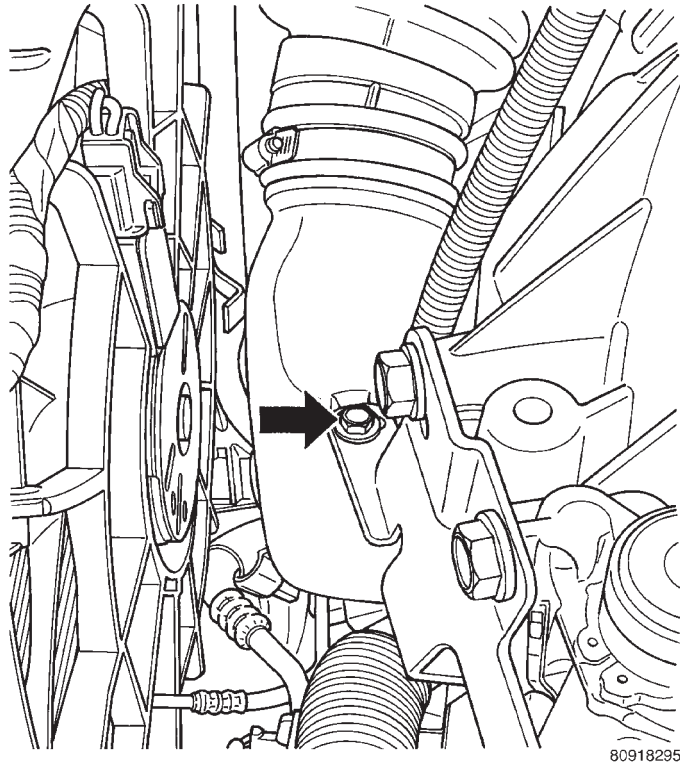
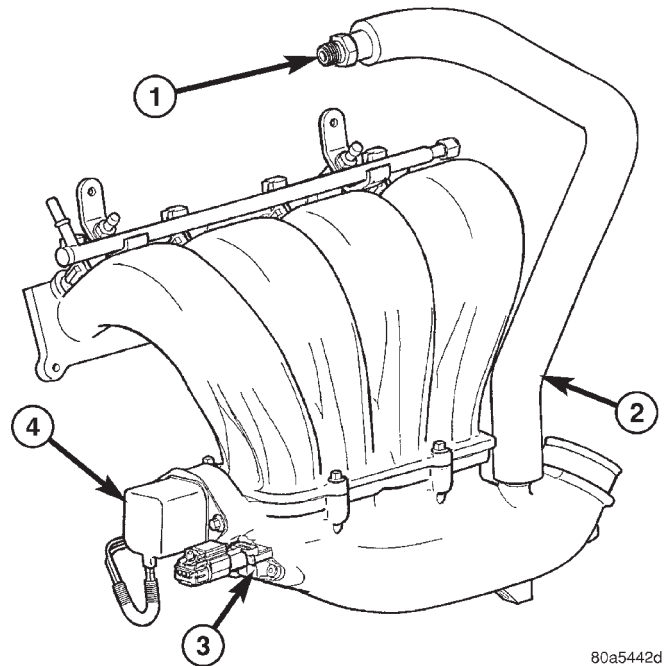

Fig. 4 Perno del soporte del múltiple inferior (vista de bajos de la carrocería)
Fig. 5 Localizaciones de MAP, MTV y PCV
(5) Desconecte el conector de inyector de combustible y mazo de los inyectores y el tubo distribuidor de combustible.
(6) Desconecte la manguera de PCV del múltiple (Fig. 5).
(7) Retire el conducto de aire de entrada desde el múltiple de admisión al cuerpo de mariposa del acelerador.
(8) Retire el perno que fija el múltiple de admisión inferior al soporte de apoyo (Fig. 4).
(9) Retire la varilla indicadora de aceite del motor del alojamiento.
(10) Desconecte los conectores eléctricos del sensor de MAP y el accionador de MTV (Fig. 5).
(11) Retire los pernos que fijan el múltiple de admisión a la culata de cilindros.
(9) Instale el perno que fija el múltiple inferior en el soporte (Fig. 4). Apriete el perno con una torsión de 28 N·m (250 lbs. pulg.).
(10) Conecte la conexión eléctrica del accionador de MTV y del sensor de MAP (Fig. 5).
(11) Instale la varilla indicadora de aceite del motor.
(12) Conecte el conducto de aire de entrada en el múltiple y el cuerpo de mariposa del acelerador.
(13) Conecte la manguera de PCV en el múltiple (Fig. 5).
(14) Conecte los conectores de inyectores de combustible y el mazo en el tubo distribuidor de combustible.